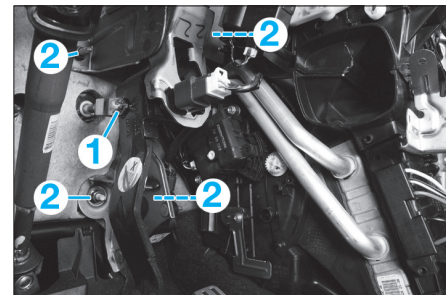

Fig. 12
- la goupille de maintien (1) d'axe de pédale de frein (Fig.12),
- les fixations (2) du servofrein,